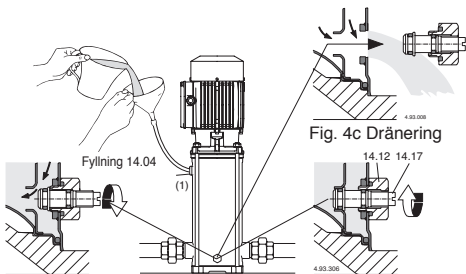

Fig. 4a Fyllning: luftskruv öppen Fig. 4b luftskruv stängd
- 4. Demontera strömkablarna till elmotorn samt bultarna (70.18) inklusive muttrarna (70.19) och dra ur elmotorn från kopplingen (64.22) (fig.4a).